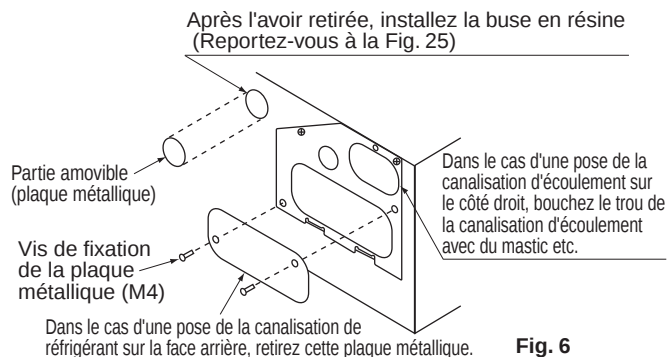

Fig. 6
- Lors de l'installation de la conduite de réfrigérant sur la face arrière, retirez les vis de fixation et la plaque métallique. **(Reportez-vous à la Fig. 6).**